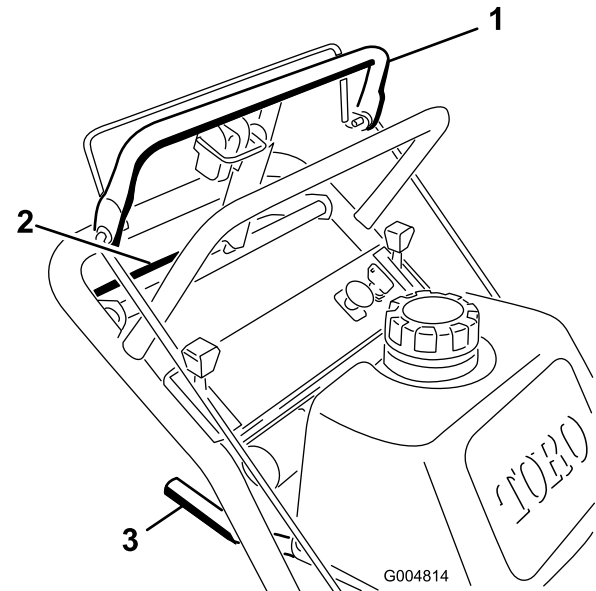

Figura 10
1. Para ir hacia adelante, mueva la palanca de cambios a una marcha hacia adelante (Figura 10).
3. Presione lentamente la barra de control superior para conducir hacia adelante (Figura 10).
Para ir en línea recta, aplique una presión uniforme a los dos extremos de la barra de control superior (Figura 10).
Para girar, deje de empujar la barra de control superior del lado hacia el que desea girar (Figura 10).
3. Acerque lentamente la barra de control inferior al manillar inferior para conducir hacia atrás (Figura 10).
7. Al mismo tiempo, engrane la barra de control inferior y levante el manillar inferior para pasar la máquina por el bordillo (Figura 10 y Figura 11).
4. Al mismo tiempo, engrane la barra de control inferior y levante el manillar inferior (Figura 10 y Figura 11).